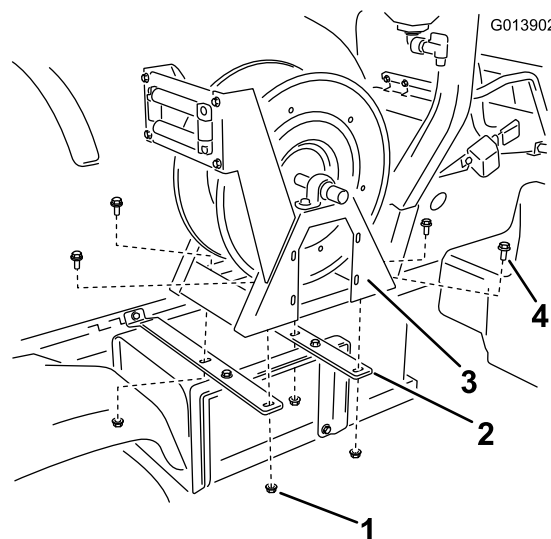

Figura 10
5. Installate il gruppo dell'avvolgitubo sulle fascette per avvolgitubo (Figura 10) utilizzando 4 bulloni a testa flangiata (3/8 x 1/ poll.) e 4 dadi flangiati (3/8 poll.).